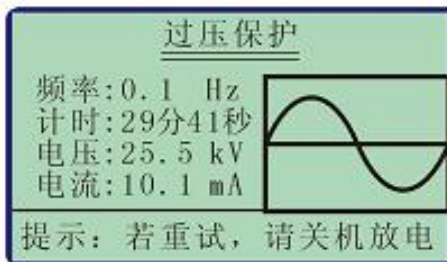
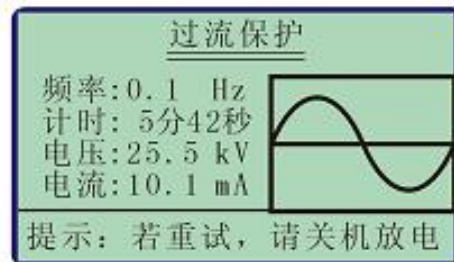

图 11
图 12
- 另外还有两种非正常停机：过压保护停机、过流保护停机。停机后出现图 11，图 12 所示的提示界面。